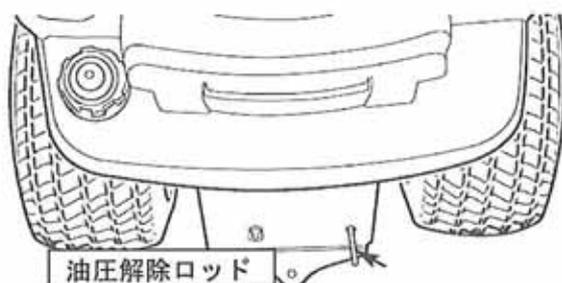

図17
- 芝刈機を押して移動させる時には、油圧解除ロッド（図17）で油圧回路バイパス回路を開けなければなりません。